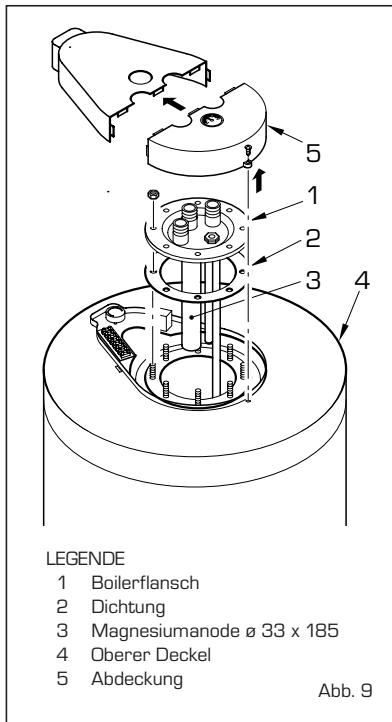

Abb. 9
manode (Abb. 9) vorgesehen. Unter normalen Betriebsbedingungen hat diese rost-hemmende Anode eine Lebensdauer von 5 Jahren. Wir empfehlen auf jeden Fall, einmal pro Jahr das Ausmaß der Korrodierung zu kontrollieren und die Anode zu ersetzen, wenn diese zum Großteil vom Rost zerstört ist. Zur Demontage des Boilerflansch (1) entfernen Sie die Abdeckung (5) und die beiden Muttern, mit denen der obere Deckel (4) befestigt ist. Heben Sie dann den oberen Deckel (4) ab, er ist einfach aufgedrückt.